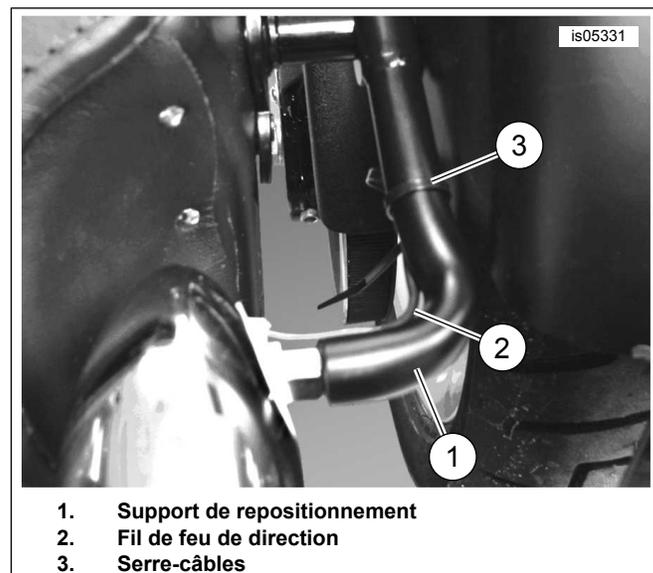

Figure 3. Acheminement du fil le long du support
- 1. Voir Figure 3. Acheminer le fil de feu de direction (2) le long du dessous du support de repositionnement (1). Attacher le fil au support juste en avant du coude de 90 degrés avec un serre-câbles (3) du kit.